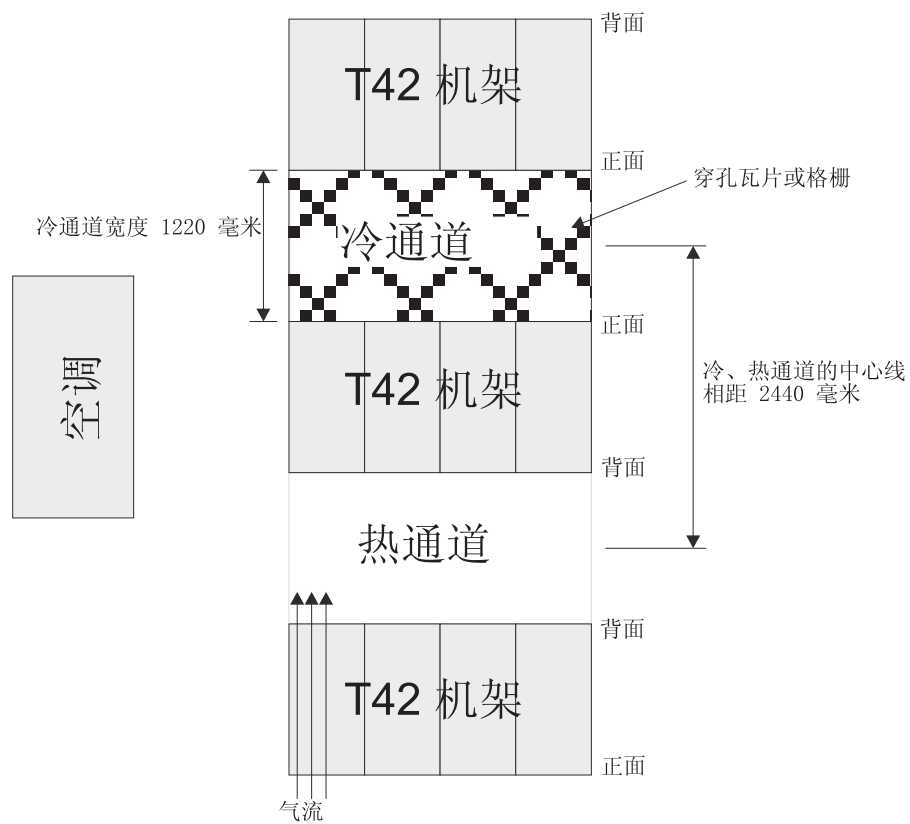

图 11. 冷通道/热通道机架配置示例
- 空气从机架前部进入，后部流出。为防止流出机架的空气进入其他设备的进风口，必须将机架隔行放置并且前部与前部相对、后部与后部相对。这种排列方式被称为“冷通道/热通道”，如第 23 页的图 11 中所示。